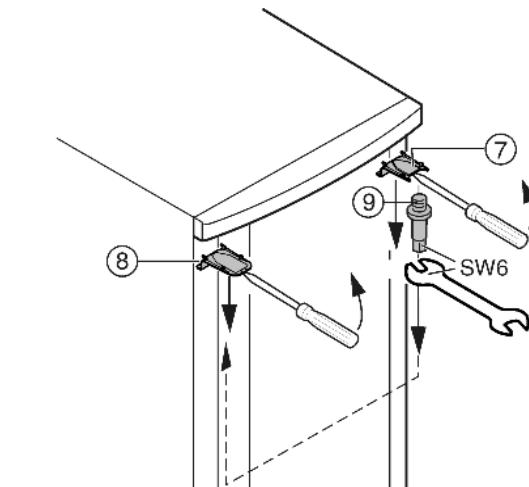

Fig. 6
- Верхнюю крышку Fig. 6 (7) и крышку Fig. 6 (8) с помощью отвертки выведите вперед из фиксатора и снимите, наклоняя вниз.
- Выкрутите опорный палец Fig. 6 (9) и вкрутите на противоположной стороне (**с моментом 4 Нм**).
- Снова установите крышку Fig. 6 (7) на стороне опорного пальца: насадите сзади, защелкните спереди.
- Установите крышку Fig. 6 (8) на противоположной стороне: насадите сзади, защелкните спереди.
- Подвесьте верхнюю часть двери на опорный палец Fig. 6 (9).